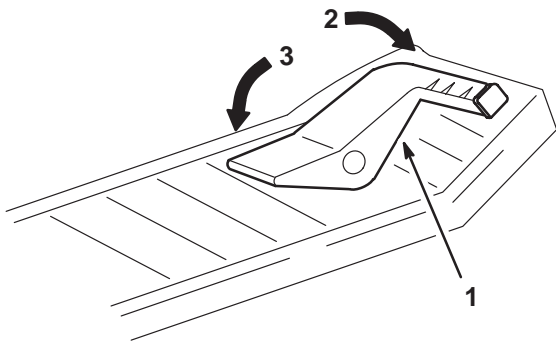

Figure 13
2. Posez le pied sur la pédale de déplacement (Fig. 13) et appuyez progressivement sur le haut de la pédale pour avancer ou sur le bas pour faire marche arrière.